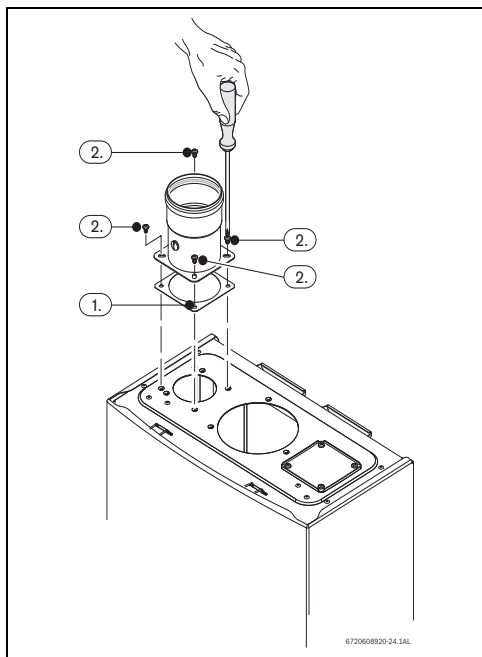

Fig. 29
- Collocare la guarnizione tra l'apparecchio e l'accessorio base, Fig. 29 , pos. 1.
- Serrare le 4 viti dell'accessorio base, Fig. 29 , pos. 2.